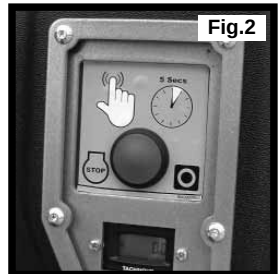

Fig.2
1. Pour arrêter le moteur, placer la manette des gaz au ralenti (Voir Fig. 1), appuyer ensuite et maintenir le bouton d'arrêt rouge pendant 5 secondes jusqu'à ce que le moteur s'arrête (Voir Fig. 2).